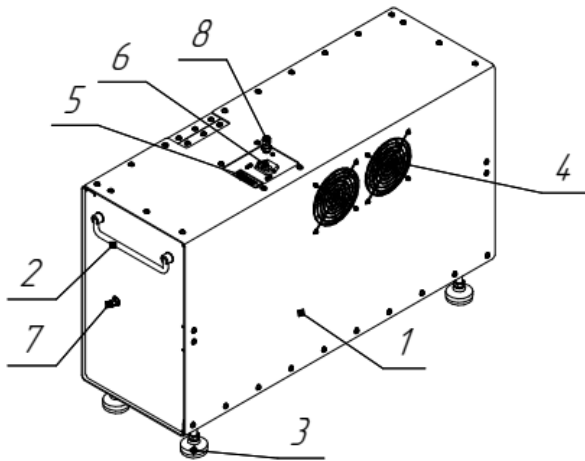

Рис. 4. Силовой блок
4.5 Все элементы силового блока расположены в металлическом корпусе 1 (Рис. 4), снабженным ручками 2 для его переноса и регулируемые опоры 3. Для обеспечения нормального теплового режима корпус имеет вентиляционные отверстия 4 и вентиляторы (расположены с противоположной стороны). Для соединения с блоком управления, на верхней стороне корпуса имеется разъем 5 для кабеля управления и разъем 6 для силового кабеля. Фитинг 7 предназначен для прокачки системы, а фитинг 8 для соединения силового блока с блоком управления.